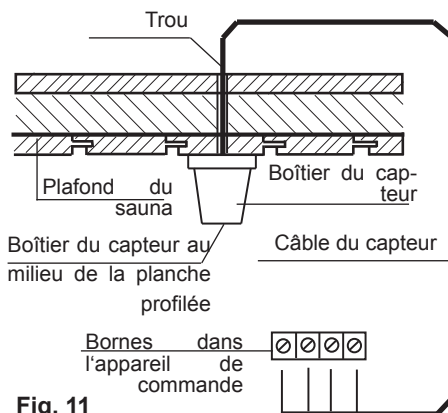

Fig. 11
3. Faites passer les fils du capteur par le trou percé puis raccordez les fils du capteur conformément à la figure 11.